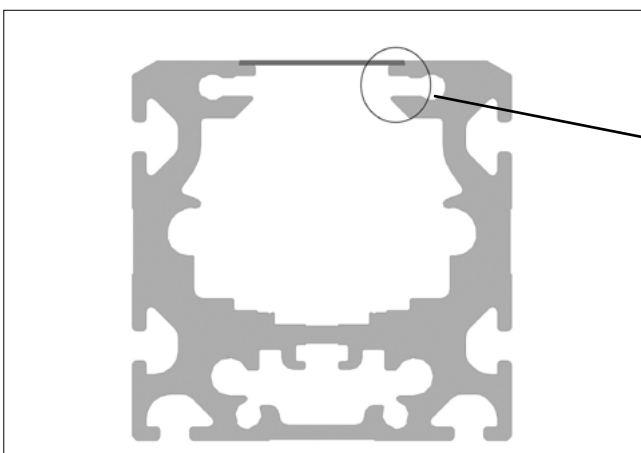

Bild 4.17 ____ Abdeckbandquerschnitt
5. Neues Abdeckband einsetzen. Das Abdeckband hat einen trapezförmigen Querschnitt. Beim Auflegen des neuen Abdeckbandes ist darauf zu achten, dass sich die breite Fläche unten befindet (Bild 4.17). Unter leichtem Druck mit der Hand oder einem glatten, nicht scharfkantigen Gegenstand rastet das Band in die vorgesehene Nut ein, so dass es bündig zur Profiloberkante abschließt.